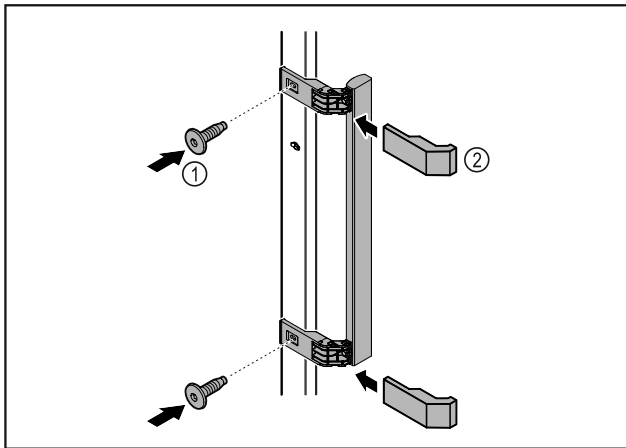

Fig. 8
- Montare sulla porta la maniglia contenuta nella confezione con le viti annesse Fig. 8 (1).
- Applicare la copertura Fig. 8 (2).